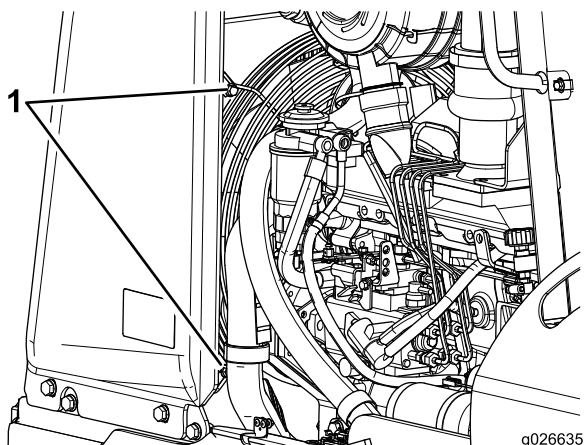

Figura 85
7. Rimuovete i 4 bulloni che fissano la protezione della ventola alla relativa copertura (Figura 85).
7. Ruotate la protezione della ventola in senso orario attorno all'albero di trasmissione della ventola fino a che l'apertura nella protezione si trova nella posizione delle ore 6 dell'orologio (Figura 85).
8. Fissate la protezione della ventola alla relativa copertura (Figura 85).